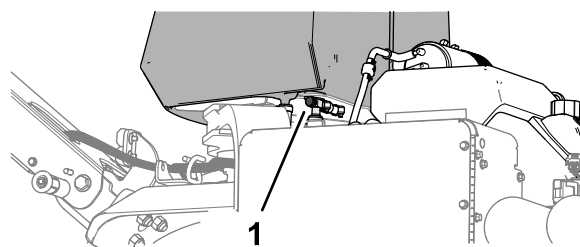

Figure 79
5. Si vous transportez ou remisez la machine, fermez le robinet d'arrivée de carburant (Figure 79).